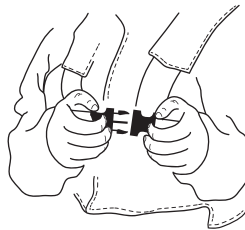

Fig. 1
Cablajul tăietorului cu perii este echipat cu o blocare de eliberare rapidă accesibilă situată la pieptul utilizatorului, care este utilizată ca element de siguranță pentru a arunca mașina, în caz de incendiu (Fig. 1). Înainte de a utiliza tăietorul cu perie, verificați întotdeauna dacă blocarea cu eliberare rapidă funcționează corect.
- ▶ În partea din față a hamului se află o articulație cu eliberare rapidă ușor accesibilă (situată la sânul utilizatorului), care poate fi folosită în caz de pericol care necesită eliberarea de mașină (Fig. 1).